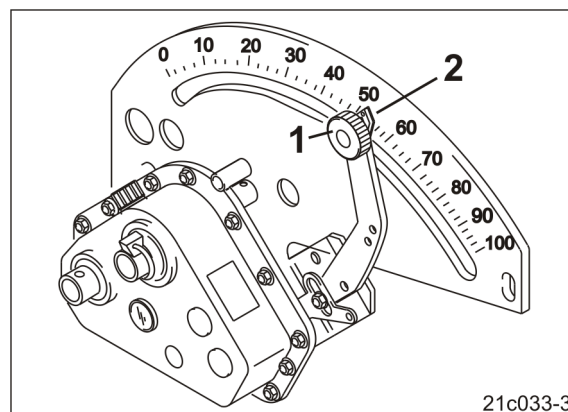

Fig. 210
4. Placer le pointeur (Fig. 210/2) du levier de transmission sur la valeur de réglage de transmission 100.
5. Serrer à fond le bouton d'arrêt (Fig. 210/1).